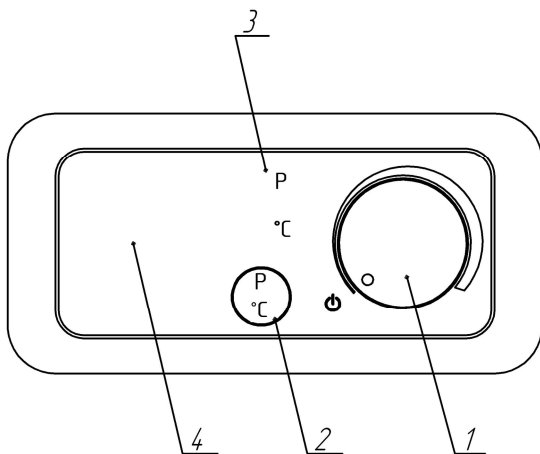

Рисунок 2 – панель управления
5.3 Панель управления (смотри рисунок 2) состоит из ручки управления поз. 1, кнопки переключения режима регулирования (температура нагрева) поз. 2; индикатора режимов поз.3 и индикаторного табло поз.4.